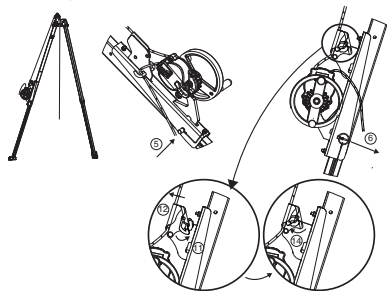

Fig. 9
IMPORTANT : Attention au sens de montage : le bloqueur de drisse doit être dirigé vers le haut du trépied TRACPODE™ (fig. 9).
5. Mettre en place la broche d'amarrage de la console pour appareil DEROPE™ UP R. Cette broche d'amarrage remplit deux fonctions : verrouillage de la jambe du trépied TRACPODE™ et amarrage de la console pour appareil DEROPE™ UP R sur cette jambe (fig.9, 5).
6. Verrouiller la broche d'amarrage par la goupille clips (fig.9, 6).
11. Ouvrir le coinqueur de drisse de la console (fig.9, 11).
12. Introduire la drisse sortant de l'appareil DEROPE™ dans le coinqueur de drisse de la console (fig.9, 12).
14. Fermer le coinqueur de drisse (fig.9, 14).